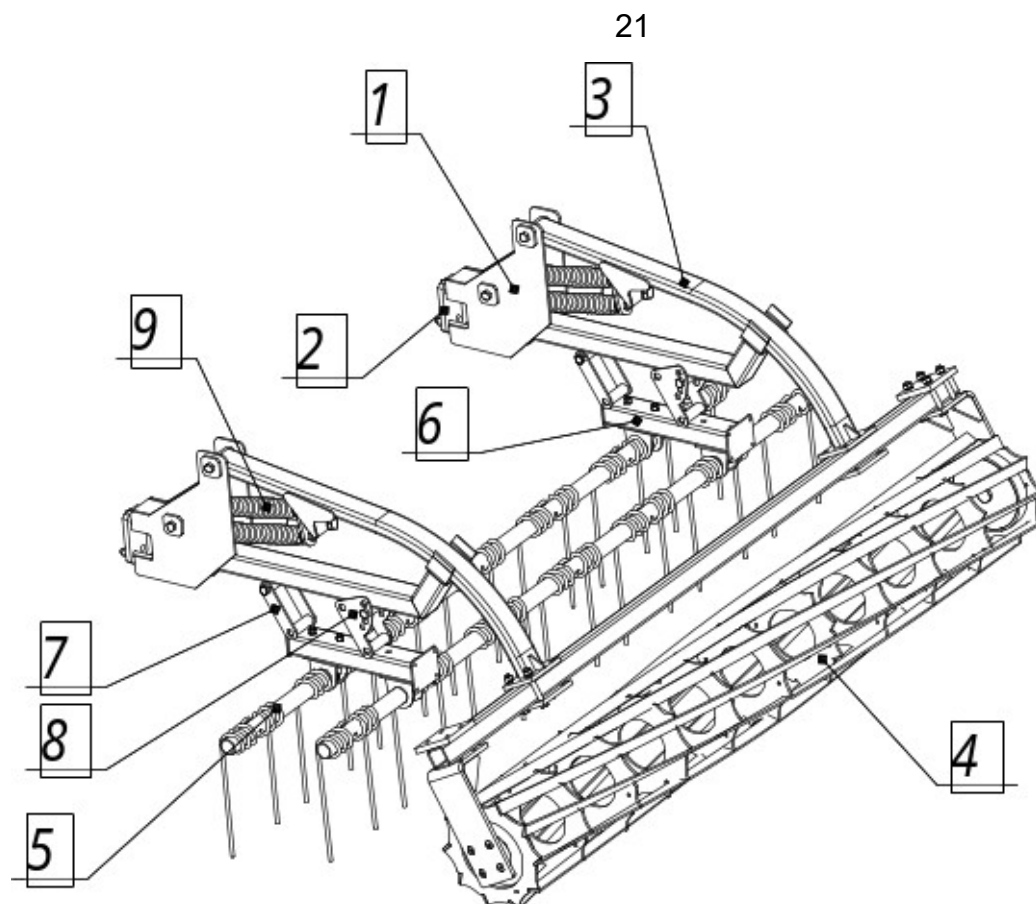

Рисунок 17 – Модуль комбинированного шлейфа ШЛ
- культиватор оснащён бороновальными модулями КСОП-01, состоящими из трёхрядно расположенных пружинных пальцев (рисунок 17);
Шлейф **КСОП 8** культиватора - комбинированный, состоит из бороновального модуля и катка (рисунок 17). Два ряда пружинных зубьев бороновального модуля имеют возможность изменять угол наклона при помощи поводка заднего 8 перестановкой места крепления проушины болтовым соединением. Кронштейн 1 зафиксирован на рамной конструкции культиватора при помощи скобы 2. На кронштейнах 1 шарнирно установлены стрелы 3 навески катка – секции 4, которая присоединена при помощи болтовых соединений. Давление катка на почву регулируется натяжителями 9.